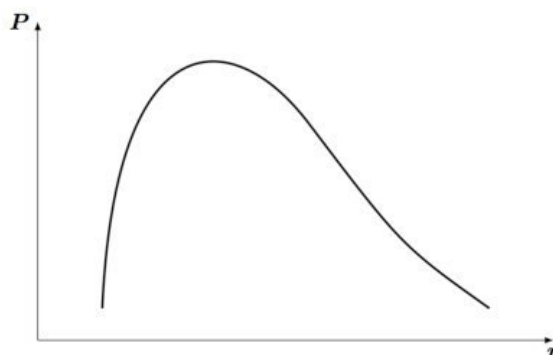

Figure 5
- 2.5.2.** Reproduire l'allure du schéma du diagramme de Clapeyron d'un fluide (figure 5) et y faire apparaître trois isotherme $T_1 < T_c$, $T_2 = T_c$ et $T_3 > T_c$. Identifier la courbe d'ébullition et celle de rosée. Indiquer les domaines d'existence du liquide et de la vapeur.